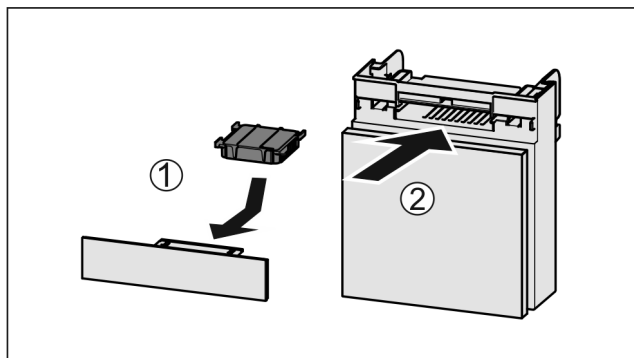

Fig. 67
- ▶ Filtr s aktivním uhlím vložte podle vyobrazení Fig. 67 (1).
- ▶ Zásuvku zasuňte Fig. 67 (2).